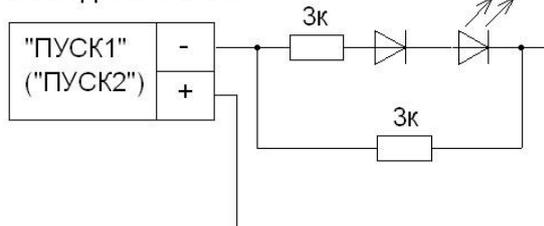

Рисунок 4.1
4.4.3.3.3 Подключить к пусковой цепи эквивалент по схеме (см. рисунок 4.1).